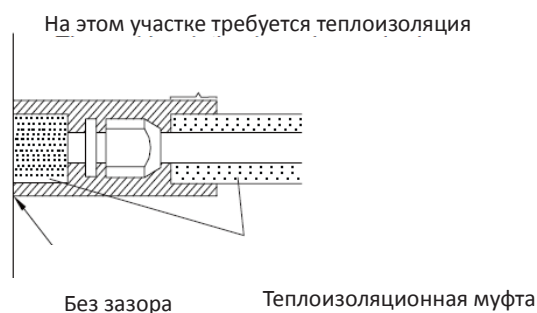

Рис. 33
- 3) Стыки на внутренних и наружных блоках должны быть обернуты изоляционными муфтами, между которыми не должно быть стыков. См. рис. 33.